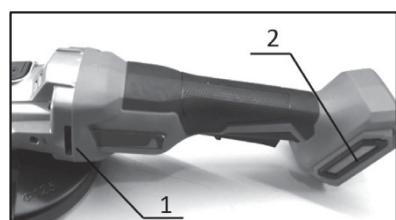

Fig. 17
Taglio con disco da taglio (Fig. 17)
- Non coprire le prese d'aria (Fig. 17) durante il lavoro per non danneggiare l'utensile a causa del surriscaldamento.